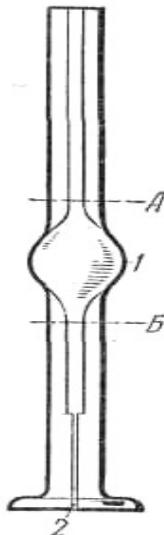

Рис. 6. Стала́гмометр:
*Описание прибора.* Стала́гмометр (рис. 6) состоит из трубки, имеющей расширение 1; выше и ниже него находятся начальная и конечная метки *А* и *Б*. Через капиллярное отверстие 2 в широкой горизонтальной отшлифованной поверхности жидкость вытекает из капель.